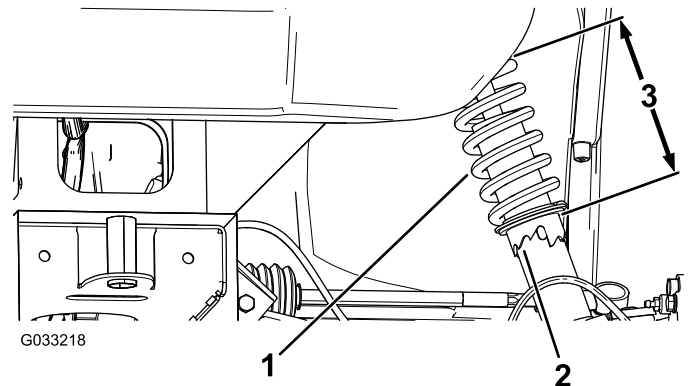

图 54
2. 如果车轮外倾角没有对齐请使用活络扳手将减震器上的锁止环旋转以对齐车轮图 54。